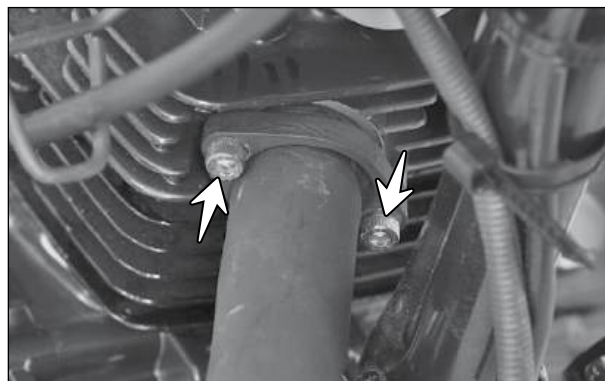

Fig. 2.8
- Remova os parafusos (M6x25) (setas) de fixação dianteira do conjunto do silencioso. (Fig. 2.8)
- Remova o parafuso (M8x60) (seta) de fixação traseira do conjunto do silencioso junto com suas arruelas. (Fig. 2.8)